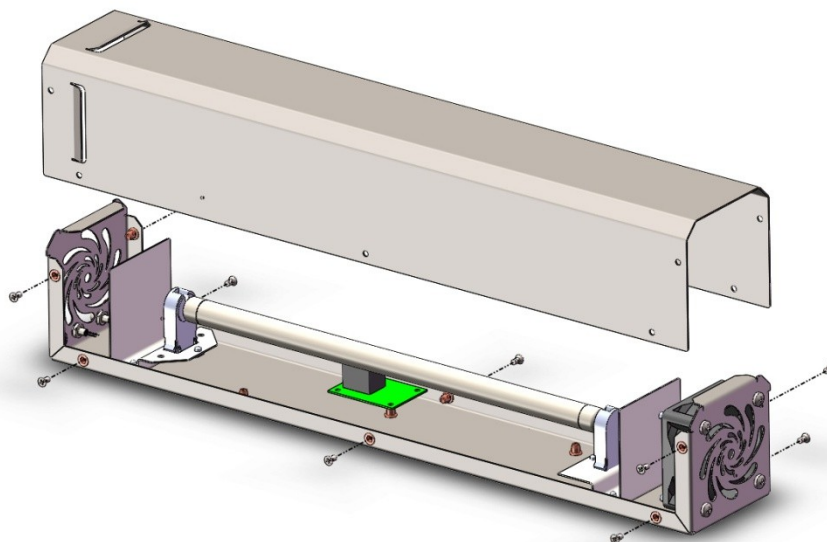

Рис. 2 – снятие верхней крышки
3.4. Для очистки от пыли поверхности лампы или замены лампы следует снять крышку корпуса, открутив винты, как показано на Рис. 2.